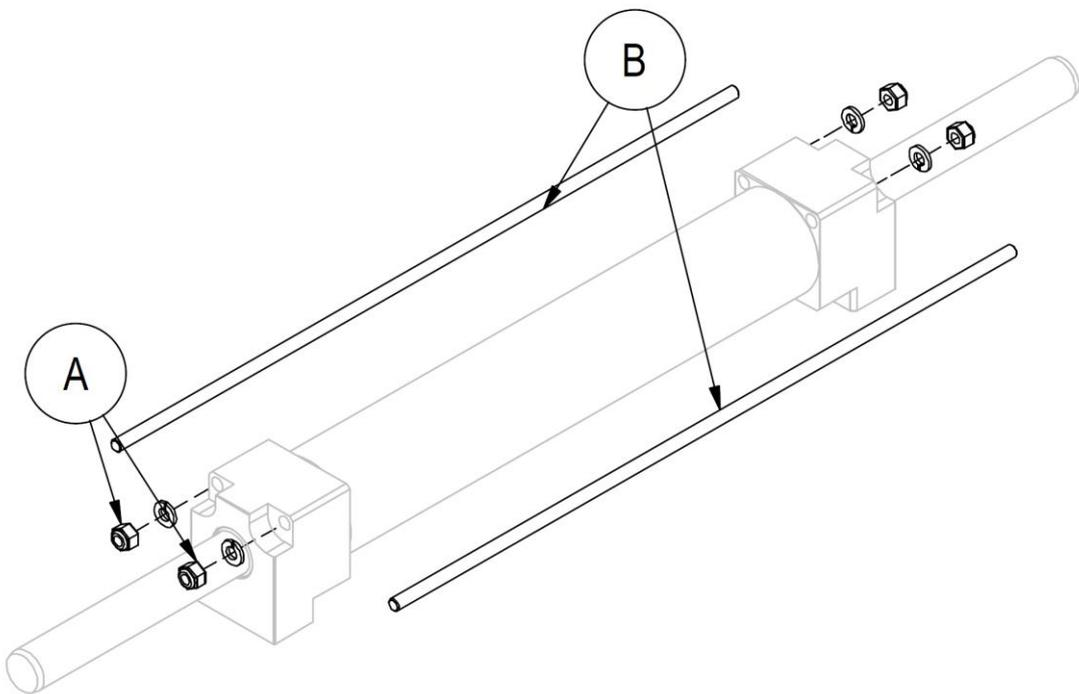

Figure 34
1. Retirer les écrous **A** sur une extrémité du vérin et extraire les tirants **B** (voir *Figure 34*).